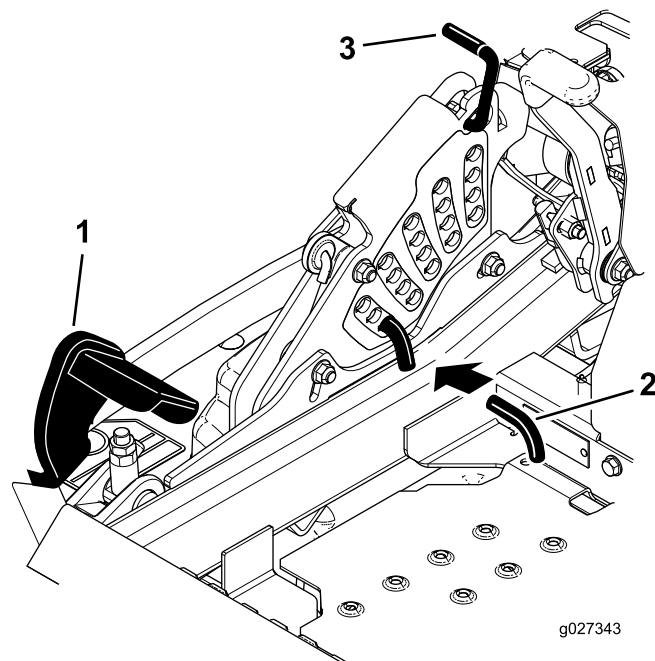

Figura 88
5. Empuje el pedal de elevación de la carcasa hacia delante del todo; la carcasa se enganchará en la posición de transporte de 14 cm (5½") (Figura 88).